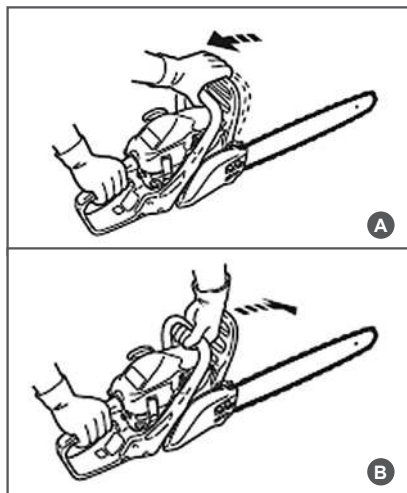

Рис. 6 Проверка механического тормоза цепи
Тормоз цепи выключен (цепь может вращаться), когда ручка тормоза взведена (Рис. 6А).
Тормоз цепи включен (цепь не имеет возможности вращаться), когда ручка тормоза находится в отжатом положении (Рис. 6В).
3. Используя тормоз цепи, переместить левое запястье от себя и нажать им на ручку тормоза, не отпуская рукой переднюю рукоятку пилы (Рис. 6В).
6. Введите ручку тормоза (Рис. 6А).